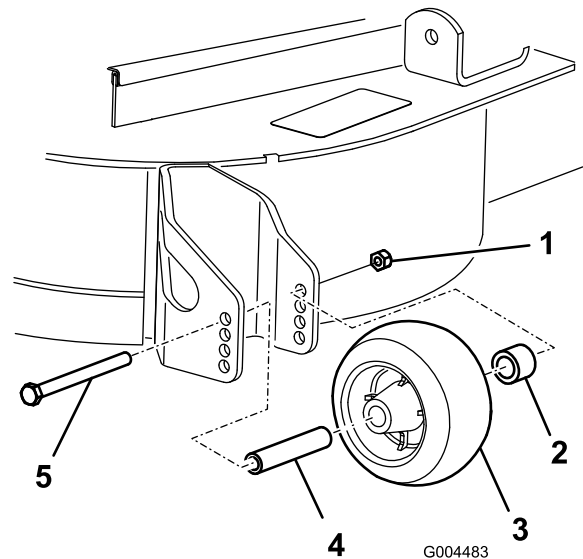

Figure 24
3. Après avoir réglé la hauteur de coupe, réglez les galets en retirant l'écrou à collerette, la bague, l'entretoise et le boulon (Figure 24).
5. Posez l'écrou à embase, la bague, l'entretoise et le boulon. Serrez à un couple de 54 à 61 Nm (40 à 45 pi-lb) (Figure 24).